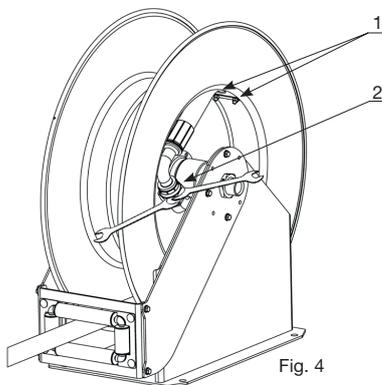

Fig. 4
2. Remove the U-bolt by loosening its nuts (1) and disconnect the hose from the swivel (2) by using two wrenches (fig. 4).
4. Connect the new hose to the swivel by using two wrenches. Place the U-bolt in such a way that it firmly holds the hose against the spool, and pull the hose in order to unlock the ratchet (fig. 4).
2. Ta loss "U"-bulten (1) och lossa på slangen från sviveln genom att använda två skift- eller fasta nycklar (fig. 4).
4. Anslut den nya slangen till sviveln, placera "U"-bulten så att den håller slangen fast mot trumman. Dra i slangen för att släppa spärren (fig. 4).
2. Entfernen Sie den Bolzen, indem sie die Muttern (1), mit denen er befestigt ist, lösen, und trennen Sie den Schlauch mittels zweier Schlüssel vom Anschlussgelenk (2) (Abb. 4).